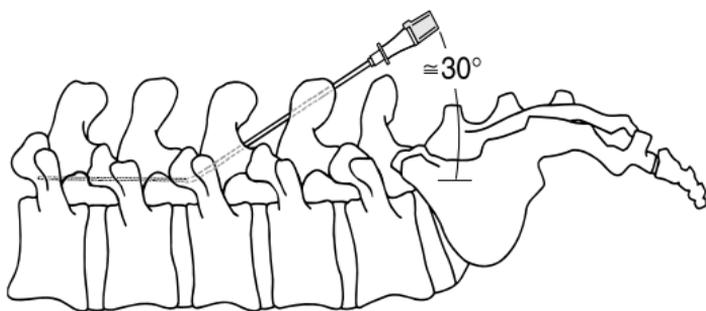
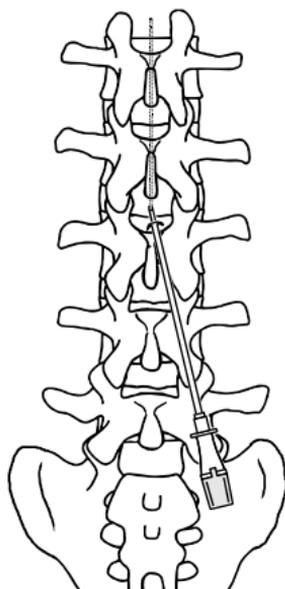

Figure 2. Vue latérale d'une insertion à faible profondeur paramédiane oblique.
Figure 3. Vue de dessus d'une insertion à faible profondeur paramédiane oblique.
1. Orienter le biseau de l'aiguille-guide de Tuohy de 15 G en direction céphalique ou parallèlement aux fibres dures et insérer sous radioscopie. Insérer l'aiguille dans l'espace intrathécal de façon paramédiane oblique, à un angle aussi réduit que possible ($\approx 30^\circ$) (Figure 2 à la page 24). Le point d'entrée de l'aiguille dans la peau (ou l'aponévrose, si l'aiguille est insérée à travers une incision ouverte) doit être parallèle au pédicule vertébral, à environ un étage vertébral ou un étage vertébral et demi en dessous du niveau dural choisi pour la ponction et à 1 ou 2 cm latéralement à la ligne médiane, du côté où la poche de la pompe sera effectuée (Figure 2 et Figure 3 à la page 24).